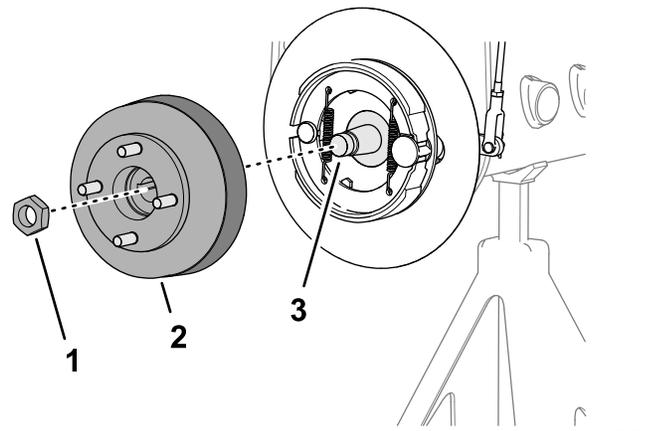

**Figura 65**
1. Retire la contratuerca que sujeta el cubo al eje del motor de rueda (Figura 65 o Figura 66).
4. Utilice el extractor de cubos de rueda especificado para retirar el cubo de la rueda y el tambor de freno del eje del motor de rueda (Figura 65 o Figura 66).